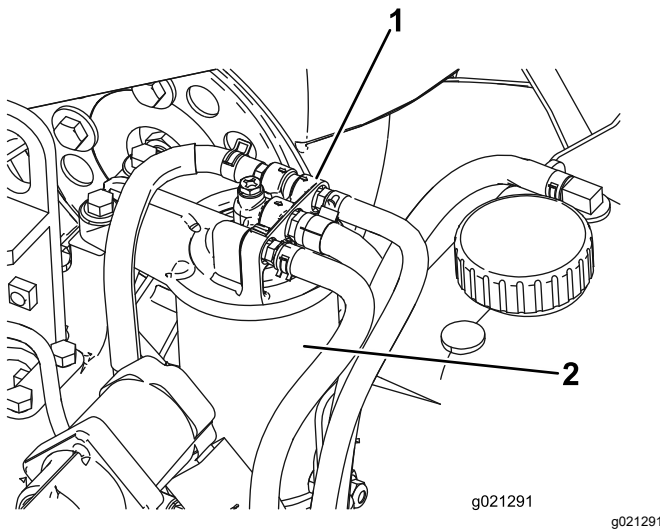

図 84
2. 燃料フィルタのヘッドの周囲をきれいに拭く 図 84。
- フィルタを外してフィルタヘッドの取り付け部をきれいに拭く 図 84。